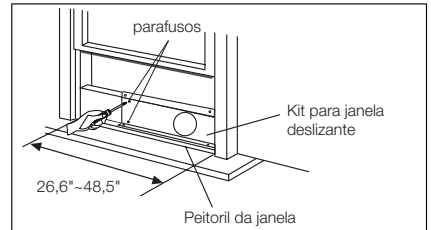
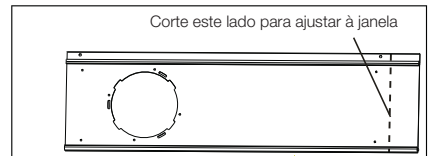
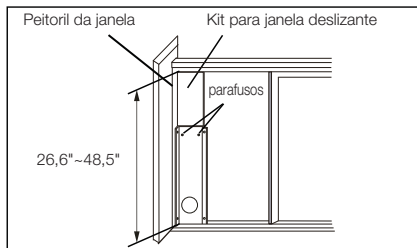

Fig. 13
Fig. 14
Fig. 19
2. Abra a janela e coloque o kit para janela deslizante no peitoril da janela (Fig. 13). Fixe o kit para janela deslizante no peitoril da janela. Ajuste o comprimento do kit para janela deslizante à largura da janela. Aperte os dois parafusos do kit para janela deslizante. Observe a Fig. 13. Corte o kit para janela deslizante ajustável se a largura da janela for inferior a 67,56 cm (Fig. 14).
2. Abra a janela e coloque o kit deslizante no peitoril da janela. Observe a Fig. 19. Fixe o kit para janela deslizante no peitoril da janela. Ajuste o comprimento do kit para janela deslizante à altura da janela. Aperte os dois parafusos do kit para janela deslizante. Observe a Fig. 19. Corte o kit para janela deslizante ajustável se a altura da janela for inferior a 67,56 cm (Fig. 14).